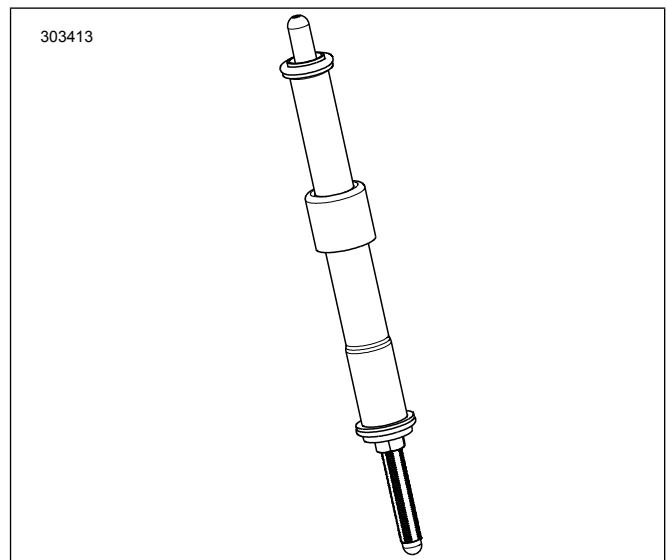

Figure 4. Nakakabit ang Pushrod sa Takip ng Pushrod
7. Figure 4 Ikabit ang mga intake pushrod sa mga takip ng pushrod. Palitan ang mga O-ring, ibaba ang takip ng pushrod at keeper ng takip ng spring gamit ang mga bagong piyeesang kasama sa kit. Tiyaking nakababa ang adjuster end ng pushrod.